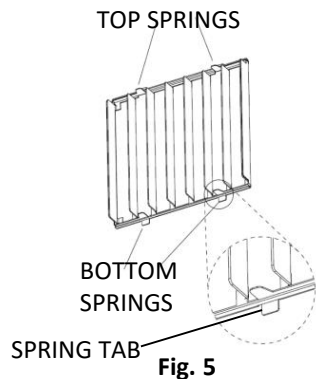

Fig. 5
2. First insert BOTTOM SPRINGS on the LOUVER into the BOTTOM GROOVE in the luminaire (Fig. 5 & 6)
3. While pushing down TOP SPRING TABS, rotate LOUVER toward the TOP GROOVE in the luminaire until it hits the FRONT STEP on the luminaire. Release the TOP SPRING TABS into the TOP GROOVE (Fig. 5, 6, & 7).
2. Installer d'abord les RESSORTS INFÉRIEURS sur le PARALUME dans la RAINURE INFÉRIEURE du luminaire (Fig. 5 et 6)
3. Tout en appuyant vers le bas sur la LANGUETTE DU RESSORT SUPÉRIEUR, faire pivoter le PARALUME vers la RAINURE SUPÉRIEURE du luminaire jusqu'à ce qu'il atteigne L'ARRÊT FRONTAL du luminaire. Enclencher la LANGUETTE DU RESSORT SUPÉRIEUR dans la RAINURE SUPÉRIEURE (Fig. 5, 6, et 7).